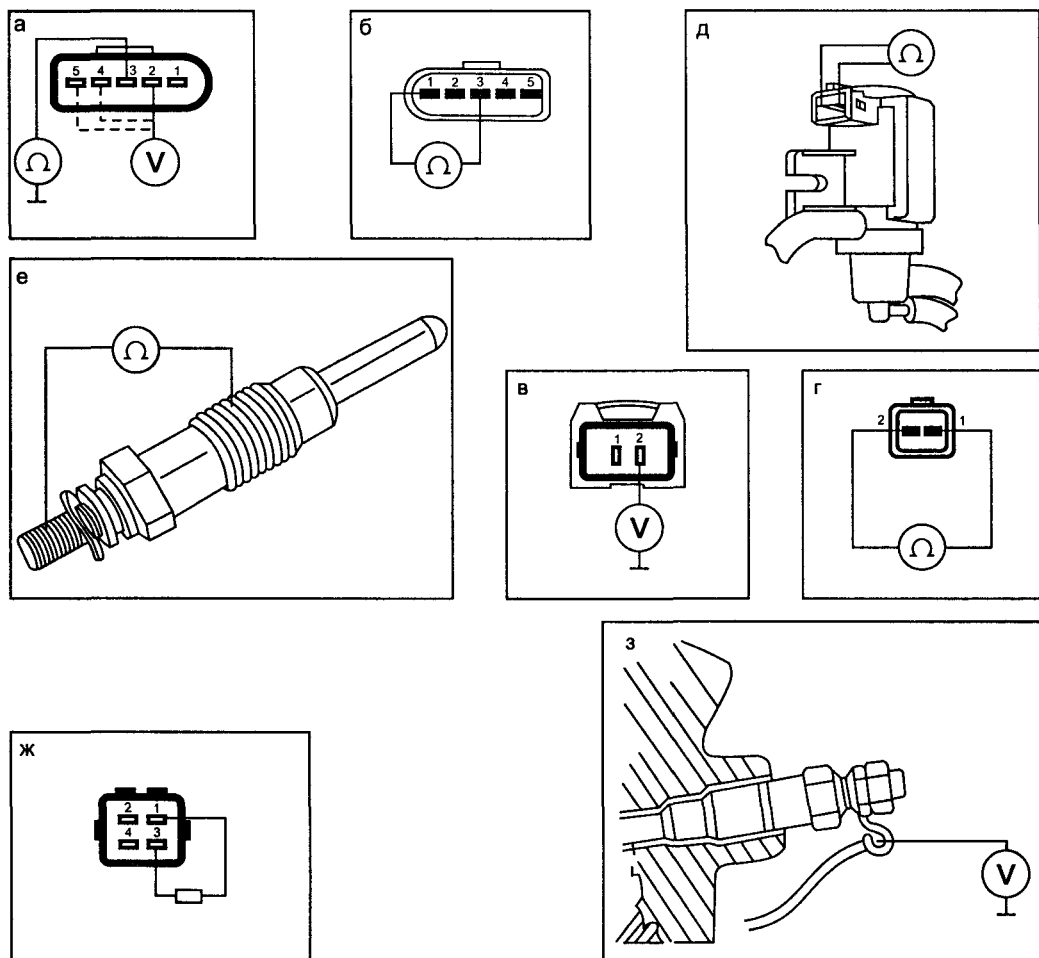

Рис. 1.4.10. Впускная система
- подключить разъем MAF датчика на место и включить зажигание, на контакте 4 должно быть около 5 В, а контакте 5 — около 1 В (рис. 1.4.10а);
- отсоединить разъем IMACS — клапана и при включенном зажигании проверить наличие напряжения +12 В на контакте 2 разъема жгута, если нет, проверить предохранитель F1, реле K46, замок зажигания и соответствующие соединения (рис. 1.4.10в);
- измерить сопротивление обмотки клапана, его величина должна быть в пределах 30...40 Ом (рис. 1.4.10г);
- отсоединить разъем клапана TC и при включенном зажигании проверить наличие напряжения +12 В на контакте 2 разъема жгута, если оно равно нулю, проверить предохранитель F2, реле K46, замок зажигания и соответствующие соединения (рис. 1.4.10в);
- измерить сопротивление обмотки клапана, его величина должна быть в пределах 14...20 Ом (рис. 1.4.10д);
- выкрутить свечи накаливания из головки блока цилиндров и проверить их внутреннее сопротивление (рис. 1.4.10е), его величина должна быть около 0,3 Ом;
- поставить свечи на место, отсоединить разъем датчика ЕСТ и, для имитации низкой температуры, между контактами 1—3 разъема включить резистор сопротивлением 6 кОм (рис. 1.4.10ж);
- включить зажигание и с помощью вольтметра проверить время предпускового подогрева, на шине свечей около 13 секунд должно быть напряжение около 9...12 В (см. рис. 1.4.10з). Если этого не происходит, проверить предохранитель F4, F6, реле K22, K46, замок зажигания и соответствующие соединения, при необходимости вернуться к проверке ЕСМ.